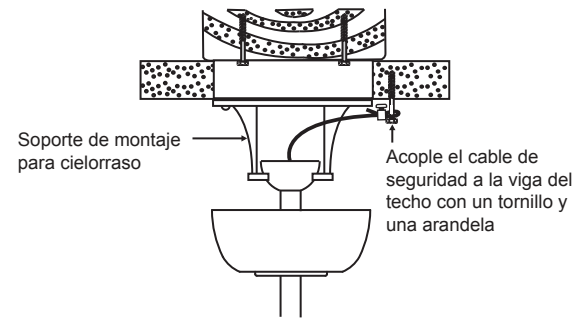

Fig. 11
**Paso 1.** Inserte el tirafondo y arandelas proporcionados en el colgante de viga junto al soporte de montaje, pero no ajuste. (Fig. 11)